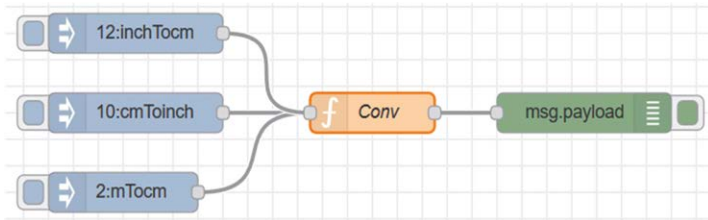

Figure 4.31 Joindre les 5 nœuds ensemble
- Créer un **débogueur** et puis connecter les 5 nœuds ensemble comme indiqué dans la Figure 4.31. Cliquez ensuite sur **Déployer**.